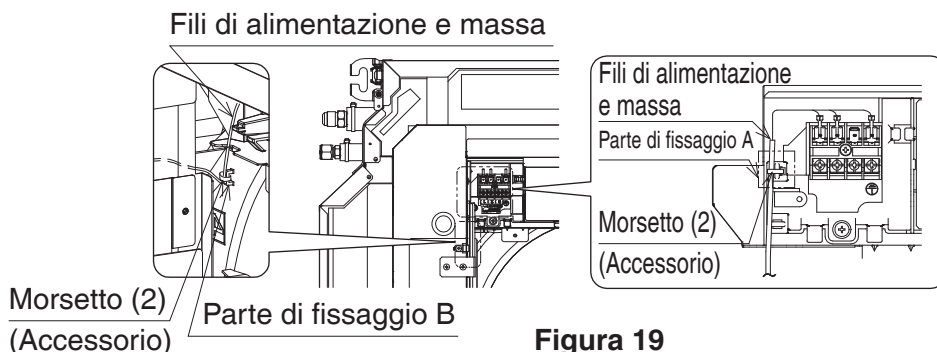

Figura 19
4. Raggruppando i cavi di alimentazione (bianco e nero) e il filo di massa (verde o giallo), fissarli alla parte di fissaggio A all'interno del quadro di controllo dell'unità interna e fissando la parte B sul bordo svasato utilizzando i morsetti (2). (Fare riferimento a **Figura 19**.) Tuttavia, se si utilizza un cablaggio venduto separatamente, fissarli insieme alla parte di fissaggio B.